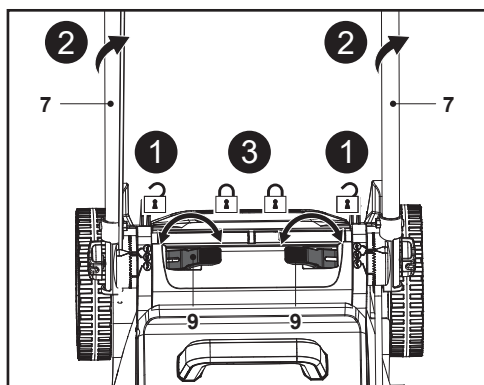

Fig. 9
2. Depliază cele două manete de fixare (9) cu cealaltă mână și apoi rotește ansamblul mânerului (5, 7) la cealaltă poziție de înălțime (fig. 9, pașii 1 și 2).
3. Asigură-te că triunghiul indicator (7b) este aliniat cu indicatorul de înălțime a mânerului (10b/10c), apoi pliază cele două manete de fixare (9) pentru a fixa ansamblul mânerului (5, 7) (fig. 9, pasul 3).